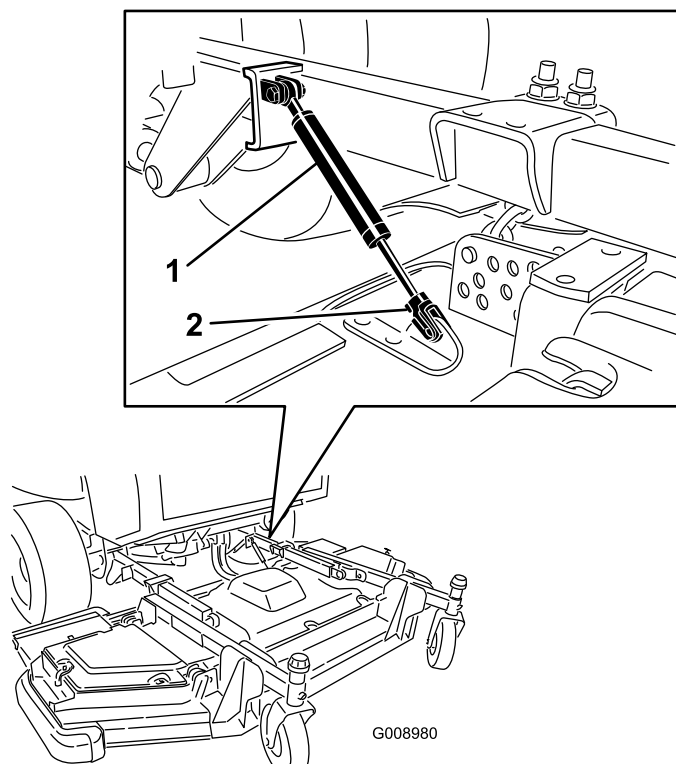

図 123
3. 刈り込みデッキのダンパアセンブリを固定しているリテーナクリップを抜いてアセンブリを外す **図 123**。